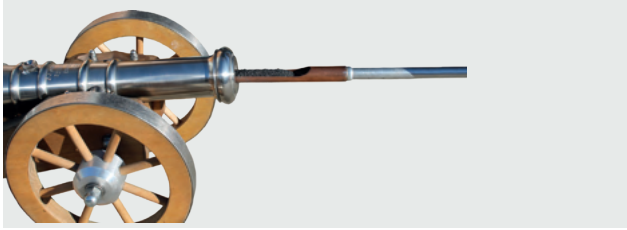

Abb. 35: Vorderladerkanone / Einfüllen des Böllerpulvers mit Ladelöffel
- Ladelöffel aus nicht funkenreisendem Material (Abb. 35).